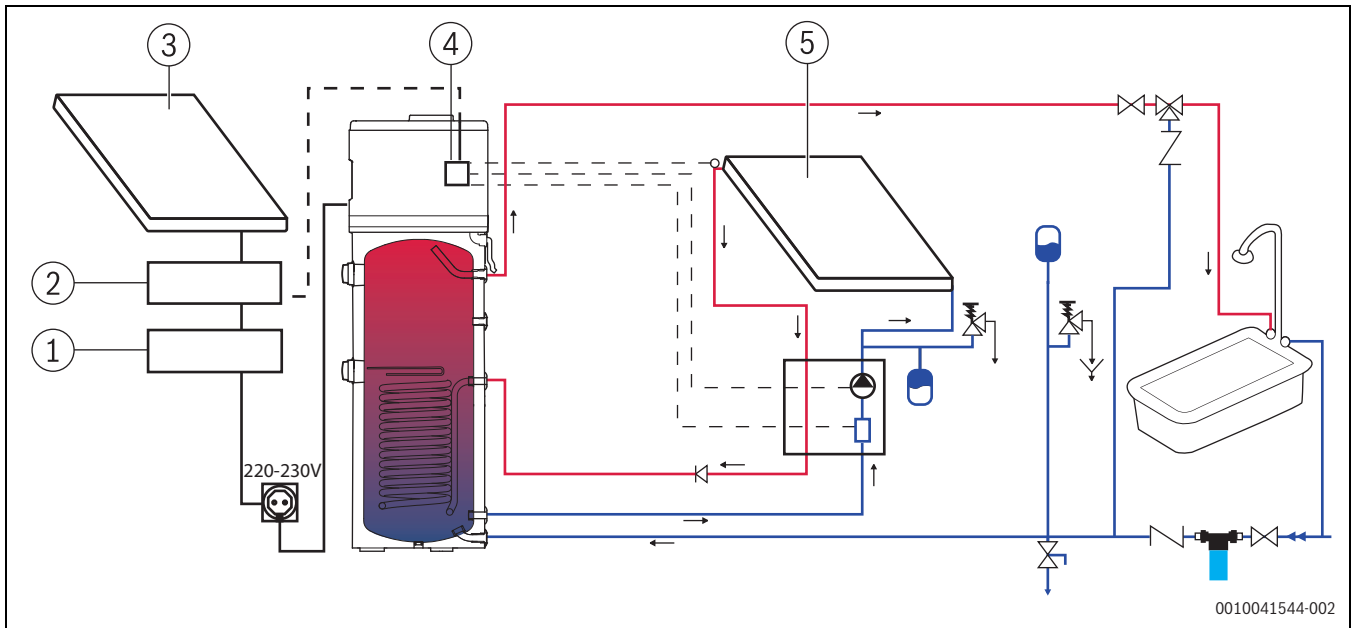

Bild 34
In der Kaltwasserzuleitung muss ein 8 bar-Sicherheitsventil montiert sein (Abb. 34, Tabelle Tab. 13 "Symbolerklärung"). Zwischen Sicherheitsventil und Speicherbehälter dürfen sich keine Absperrventile und Entnahmemarmaturen befinden.
**i** Das Ablaufrohr muss am Sicherheitsventil mit kontinuierlicher Abwärtsneigung installiert sein. Die Installation muss an einer frostgeschützten Stelle erfolgen (Abb. 34, Tab. 13 "Symbolerklärung"). Die Montage eines Auffangbehälters ist zwingend vorgeschrieben (Abb. 35)